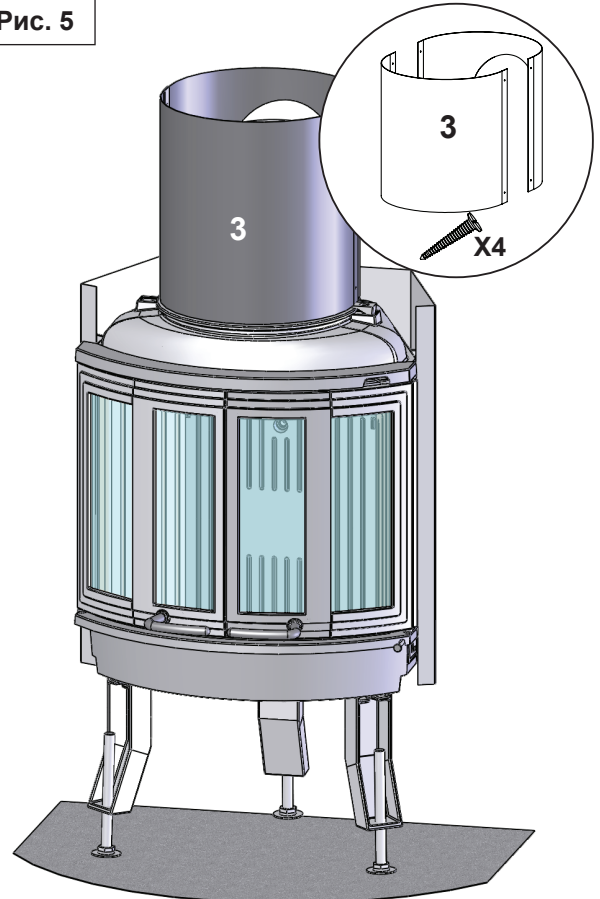

Рис. 6^Т
Рис. 6. Поместите нижнюю пластину (1) и основание в 90 ° по отношению к трубе / стенке, чтобы она была закреплена должным образом. Если необходимо, отрегулируйте с помощью клиньев или порошкового клея.